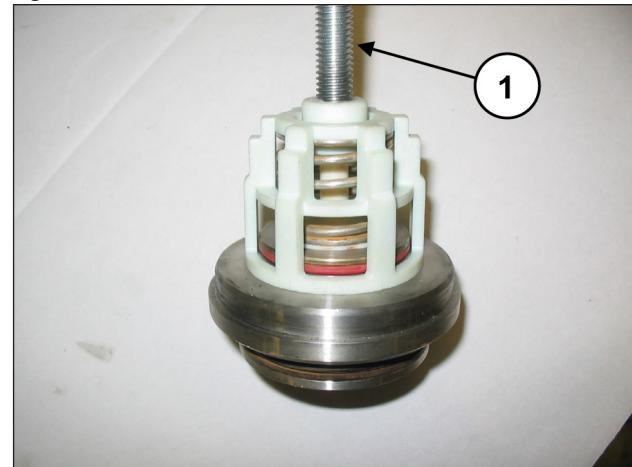

Fig. 114
Desmonte os grupos da válvula de aspiração e de fluxo, soltando um parafuso M10 de modo a pressionar na guia interna e extraír a guia da válvula do local da válvula (pos. ①, Fig. 114).